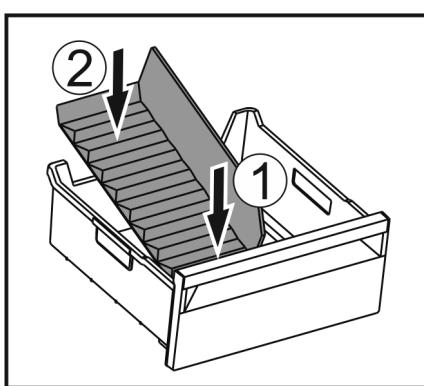

Fig. 196
- Вставити передню частину перегородки відділення для льоду. Fig. 196 (1)
- Опустити задню частину перегородки відділення до дна ящика для кубиків льоду. Fig. 196 (2)